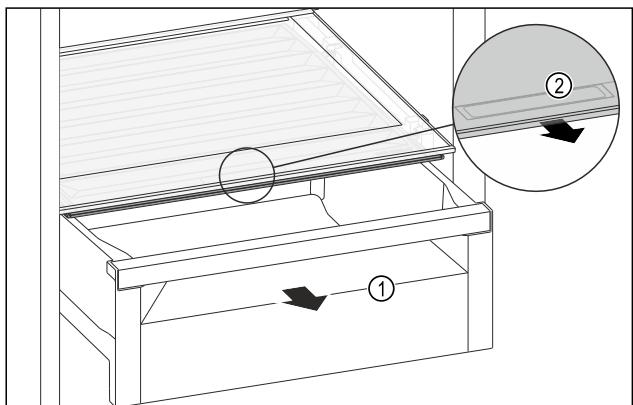

Fig. 121
- Извлеките выдвижной ящик Fig. 121 (1).
- Возьмитесь за утопленную ручку Fig. 121 (2) на крышке отделения и одновременно потяните крышку отделения вперед.